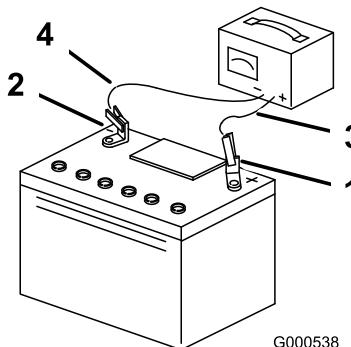

Рисунок 54
- После полной зарядки аккумулятора отсоедините зарядное устройство от электророзетки и штырей аккумулятора (Рисунок 54).